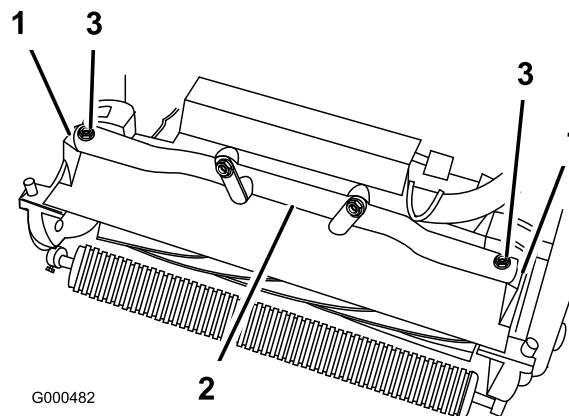

Bild 5
4. Drehen Sie den Zugmaschinenrahmen (Bild 5) nach vorne, bis er in die Gelenkarme des Mähwerks greift.
5. Befestigen Sie den Zugmaschinenrahmen mit (2) Schrauben (M10 x 25 mm) an den Gelenkarmen des Mähwerks (Bild 5)